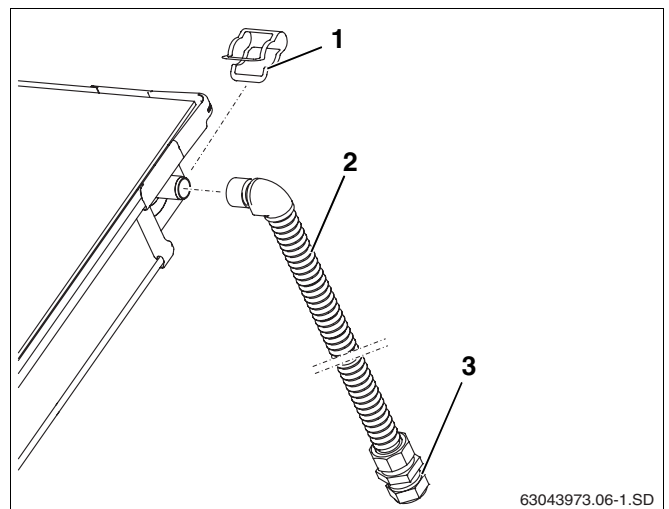

Fig. 33 Montaje de la tubería de impulsión (sin purgador en el tejado)
- ▶ Coloque el tubo de conexión (1.000 mm, fig. 33, **pos. 2**) en la conexión de impulsión del campo de colectores y fíjelo con una abrazadera (fig. 33, **pos. 1**).
- ▶ Conecte el tubo colector a la rosca de conexión (fig. 33, **pos. 3**).